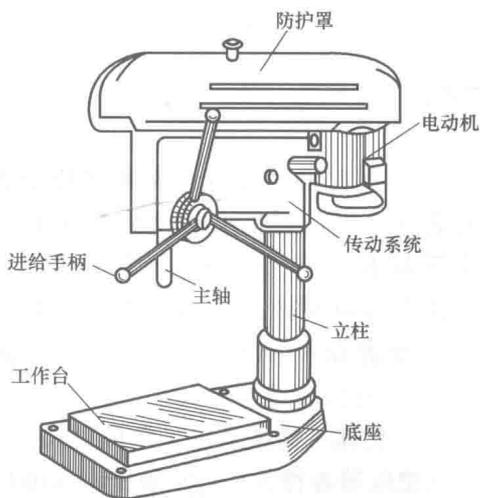

图 0-4 台式钻床
1) 台式钻床。台式钻床简称台钻，是一种小型钻床，如图 0-4 所示。其结构简单，操作方便，适用于小型工件上孔的加工，可进行钻孔、扩孔和攻螺纹等加工，一般加工孔径在 12mm 以下。